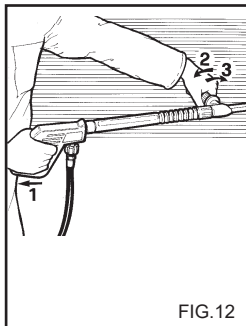
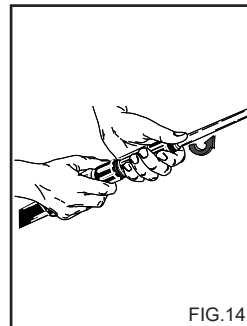

FIG.12
FIG.14
ANVENDELSE AF DET DOBBELTE SPYD ELLER JUSTERBARE HOVED. (fig. 12)
2) Fjern forlængeren fra håndtaget og påsæt det dobbelte spulerør eller spulerørret med det roterende hoved (fig. 14), start højtryksrenseren og sugefunktionen til sæbe på spulerørret (fig. 12, 13) og fugt overfladen, som skal renses, nedefra og oppefter. Lad det virke i nogle minutter.